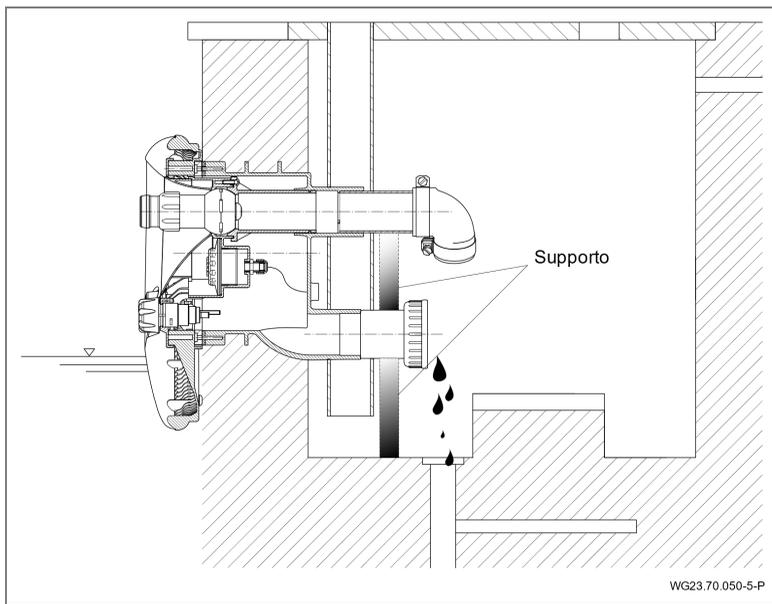

Fig. 26
- 3. Scaricare il tubo di aspirazione e di mandata poggiando su un sostegno. Vedere "Fig. 26" a pagina 44.